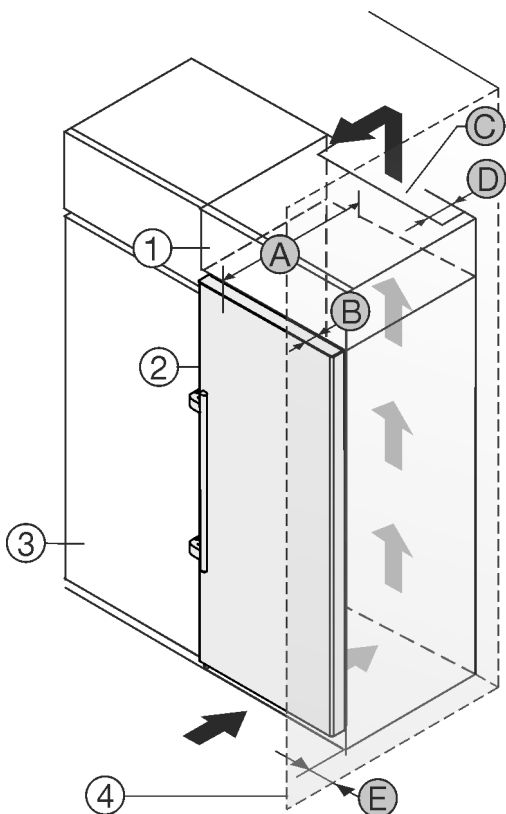

Fig. 2
- (1) Armario superior*
- (2) Aparato*
- (3) Armario de cocina*
- (4) Pared*
- (A) Profundidad del aparato*
- (B) Profundidad de la puerta*
- (C) Sección transversal de ventilación*
- (D) Distancia con respecto a la parte trasera del aparato*
- (E) Distancia con respecto al lateral del aparato*
Puede colocar el electrodoméstico directamente al lado del armario de cocina *Fig. 2 (3)*.*
En la parte trasera del armario superior debe haber una cámara de salida de aire con una profundidad *Fig. 2 (D)* que abarque toda la anchura del armario.*
Bajo el techo de la estancia debe mantenerse la sección transversal de ventilación *Fig. 2 (C)*.*
Si el electrodoméstico se instala con las bisagras junto a una pared *Fig. 2 (4)*, la distancia entre el electrodoméstico y la pared debe ser de como mínimo 57 mm. Esto equivale al saliente del tirador con la puerta abierta.*
Para poder abrir totalmente la puerta, el electrodoméstico debe sobresalir la profundidad de la puerta *Fig. 2 (B)* respecto del frente del armario de cocina. El electrodoméstico puede sobresalir más en función de la profundidad de los armarios de cocina *Fig. 2 (3)* y del uso de distanciadores de pared.*